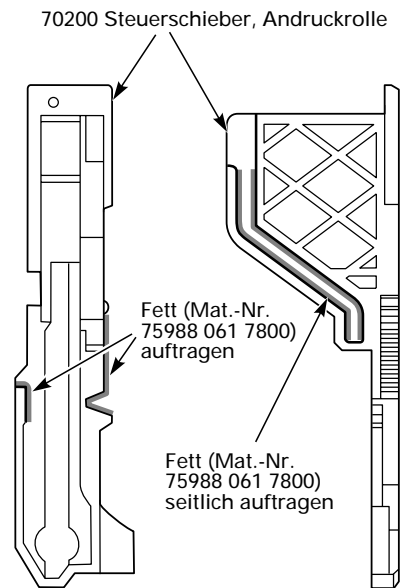
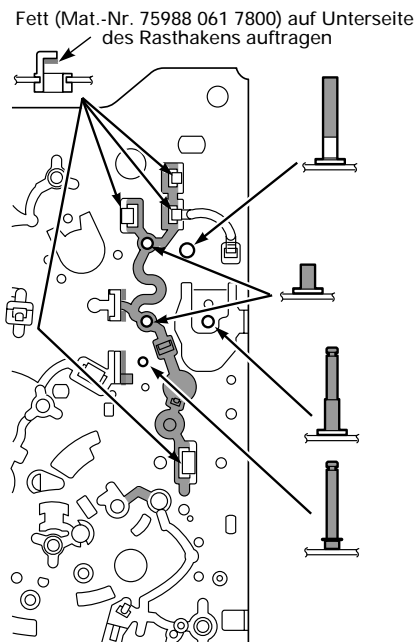

Fig. 8.32
Fig. 8.35
- Verwenden Sie zum Schmieren der Fädenschlittenmechanik ausschließlich das Schmiermittel mit der Materialnummer **75988 061 7800** und beachten Sie die Schmierhinweise in Fig. 8.32 – Fig. 8.35!